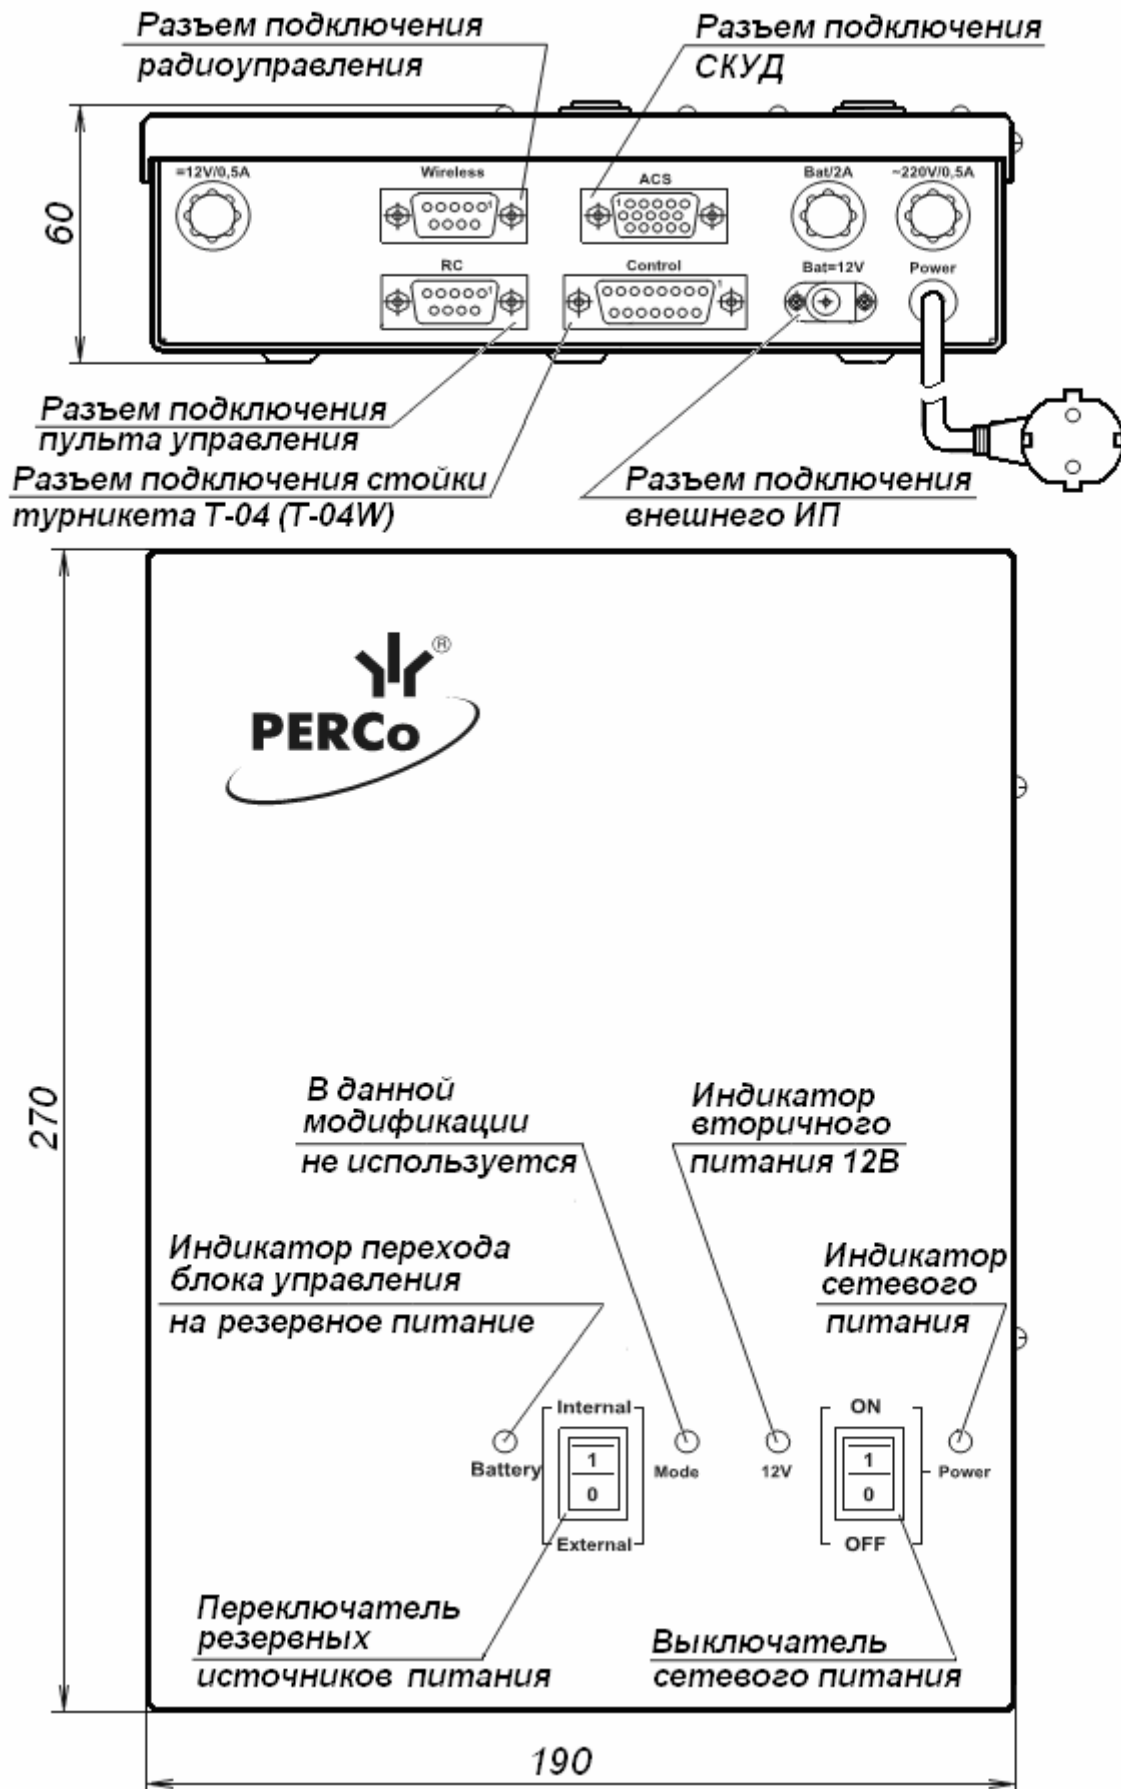

Рисунок 2 Блок управления
Пульт управления выполнен в виде небольшого настольного прибора в корпусе из ударопрочного АБС пластика и предназначен для задания и индикации режимов работы при ручном управлении турникетом. Пульт управления подключается к блоку управления гибким многожильным кабелем (6) через разъем «RC» (см. рисунок 2).
Изменить ориентацию пульта управления относительно установки турникета (если по месту установки стойка турникета обращена к оператору не лицевой, а тыльной стороной) можно, переключив пульт управления на разъем «Wireless» блока управления (см. рисунок 2).
На лицевой панели блока управления (см. рисунок 2) расположены следующие индикаторы: